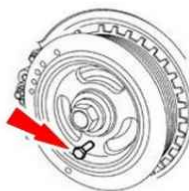

fig. 07
- Posicionar o furo da polia do virabrequim a 180º e alinhá-lo ao furo da tampa dianteira do motor e rosquear manualmente um parafuso M6x18 mm (Fig. 07).
**Nota:** Para posicionar a polia no local correto utilizar um parafuso M6x18 mm, rosqueado manualmente à tampa dianteira do motor (Fig. 07).